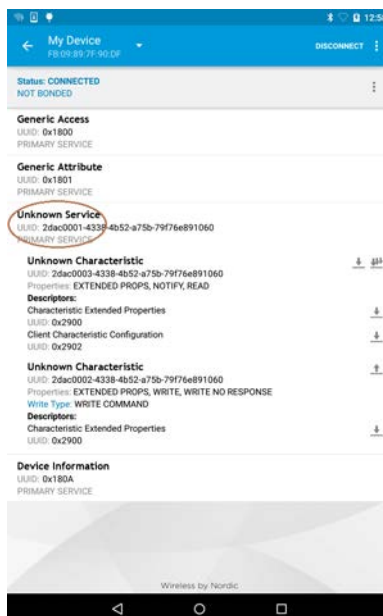

図 2-13 サービスとキャラクターリスティックの表示
- 図 2-13のように「Unknown Characteristic UUID:adac0002.....」キャラクターリスティック行の右端にある「↑」ボタンをタップすると、「Select write type」ダイアログ・ボックスが表示されます。「WRITE COMMAND」を選択してください。
- 図 2-13端末画面右上角に「⋮」ボタンをタップすると、メニューが表示されます。「Enable services」メニューをタップして、サービスをイネーブルにします。